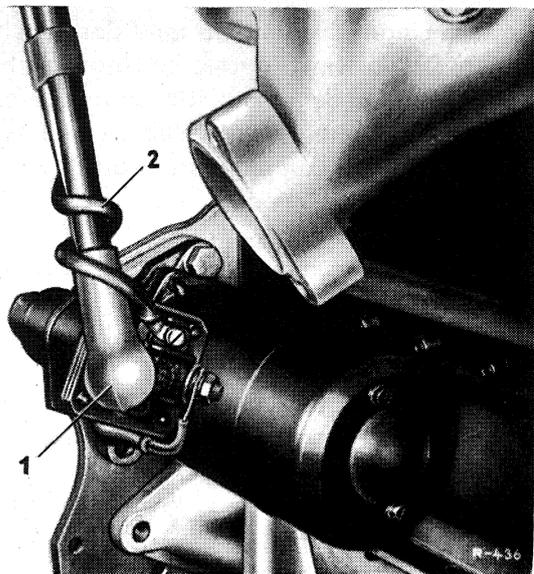

Bild 15—1/2
- Das schwarz/rote Steuerkabel (2) (Leitung Nr. 25) mit der Schlitzschraube am Magnetschalter anschließen (Bild 15—1/2).
**Anm.:** Das schwarz/rote Steuerkabel (2) darf nicht durch die Gummischutzkappe (1) hindurchgeführt werden, da es sonst am Anschluß für das Batteriekabel 30 und 51 scheuern kann (Bild 15—1/2). In diesem Fall kann das Steuerkabel unbeabsichtigt Strom erhalten und den Anlasser einrücken. Das schwarz/rote Steuerkabel ist daher um die Kabel 30 und 51 zu wickeln und direkt an die Klemme 50 anzuschließen.